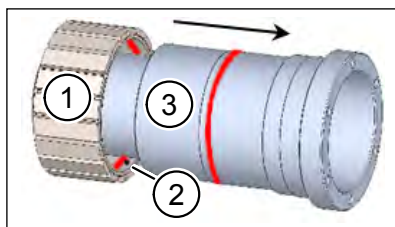

Abb. 15: Rotor auf Welle aufschieben
- ▶ Orientieren Sie den Rotor so, dass die Indexbohrung (Pos. 2 in Abb. 15) zur Welle zeigt (siehe Abb. 15).
- ▶ Schieben Sie den Rotor (Pos. 1 in Abb. 15) auf die Welle (Pos. 3 in Abb. 15) auf und drücken Sie ihn sanft bis zum Anschlag.